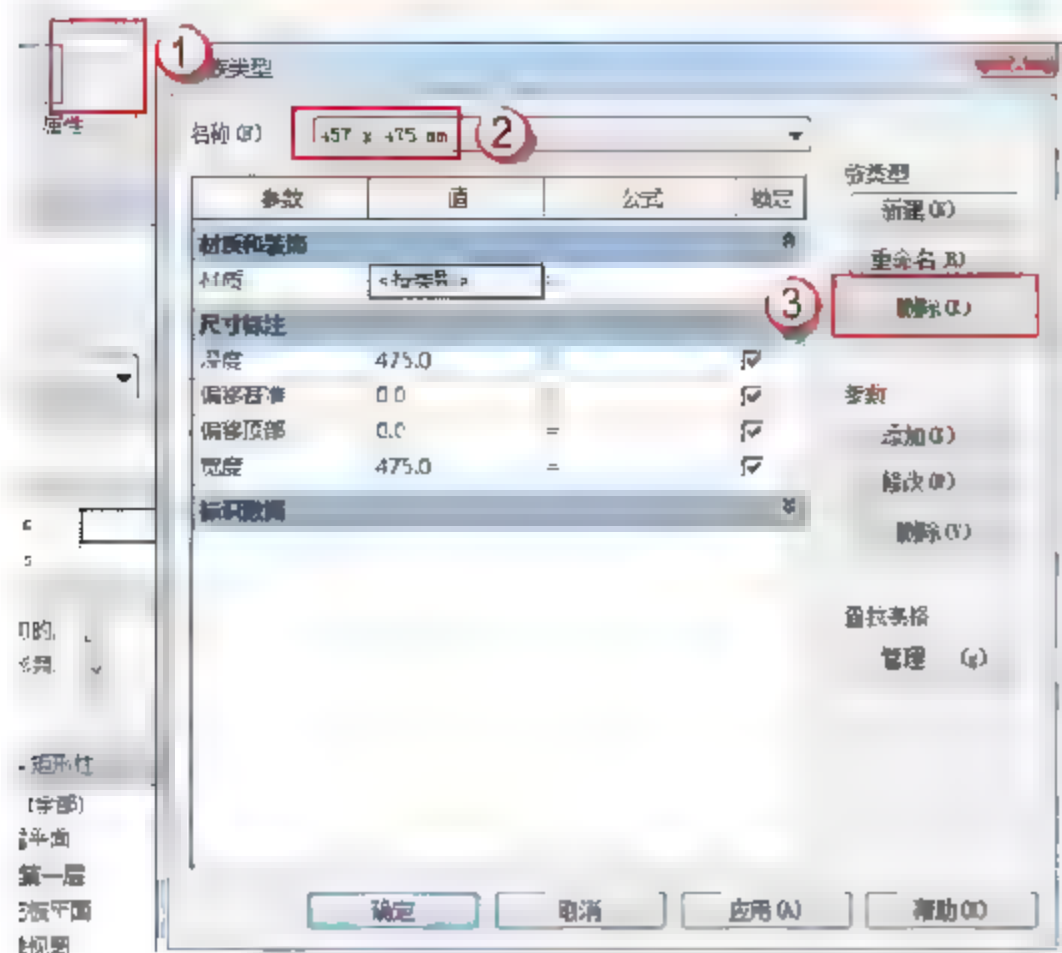
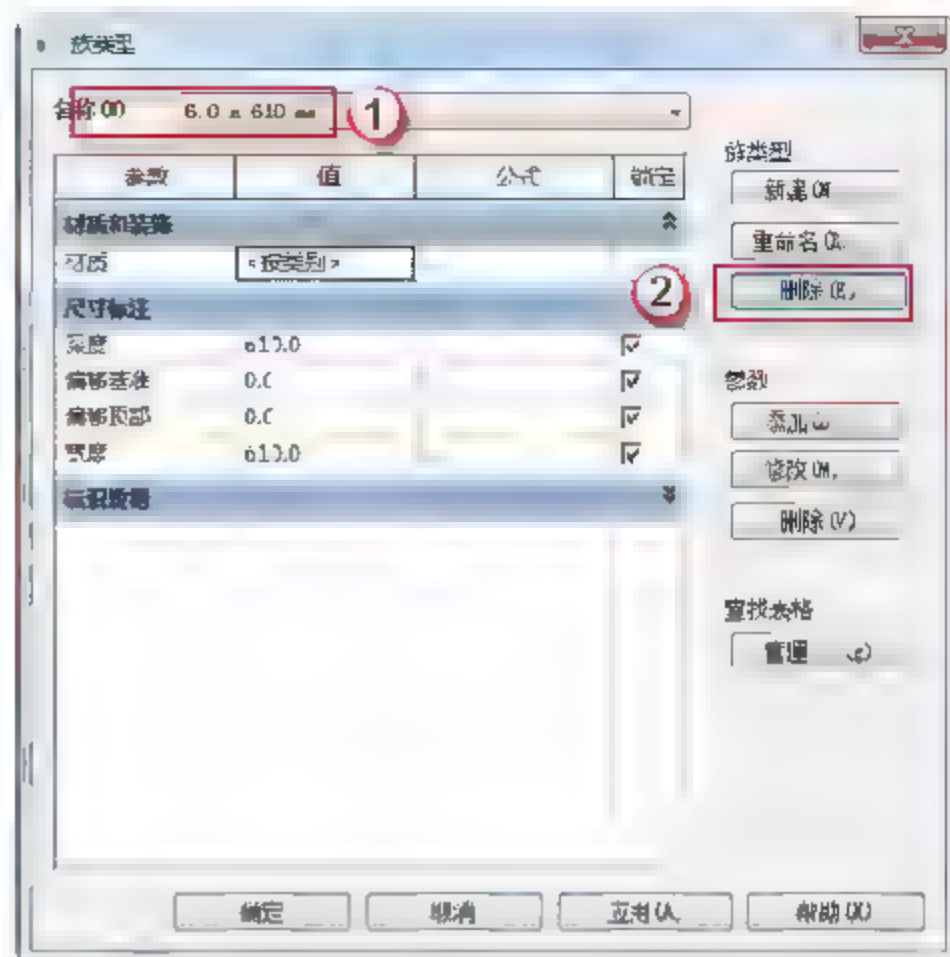

图 12.3.2 删除“457×475mm”
图 12.3.3 删除“610×610mm”
(2) 删除“457×475mm”和“610×610mm”族，进入到第一层的楼层平面，单击“族类型”按钮，进入“族类型”对话框，在“名称”中选择“457×475mm”，单击“删除”按钮，如图 12.3.2 所示。然后在名称中选择“610×610mm”，单击“删除”按钮，如图 12.3.3 所示。